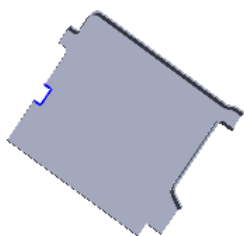
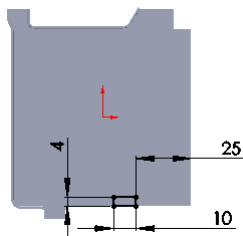

图 7.6.19 切除-拉伸 1
图 7.6.20 横断面草图
Step13. 创建图 7.6.19 所示的钣金特征——切除-拉伸 1。选择下拉菜单 **插入(I)** → **切除(C)** → **拉伸(E)...** 命令；选取前视基准面为草图基准面，绘制图 7.6.20 所示的横断面草图；在 **方向1** 区域中选中 ☒ **与厚度相等(L)** 复选框与 ☒ **正交切除(N)** 复选框，其他参数为默认设置值；单击按钮，完成切除-拉伸 1 的创建。